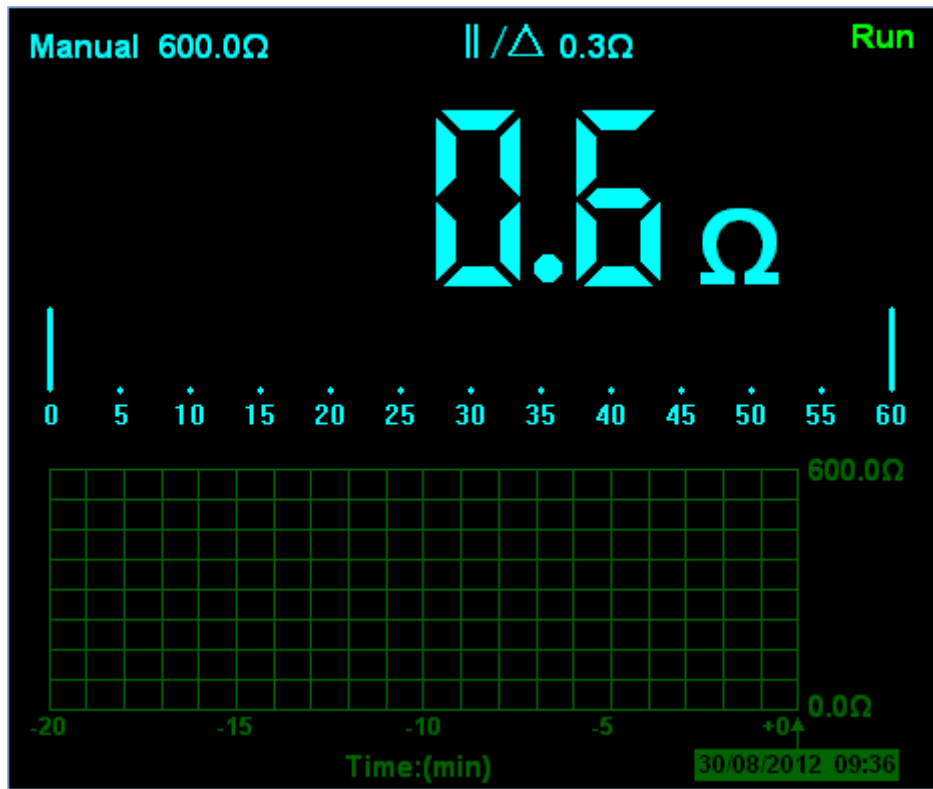

图2-21
- 点击  键，进入相对测量状态，屏幕上方显示||/ Δ ，并在||/ Δ 旁边显示基准值（如图2-21）。